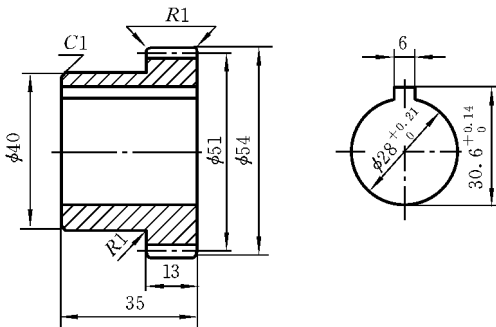

图 6.50 “齿轮零件尺寸”标注示例
如图 6.50 所示 ,大多数尺寸都遵循通用标注样式的格式 ,应用相应的命令均可标注出来 ,如“线性”、“快速引线”、“半径”。但是个别的尺寸 ,例如 ,图 6.50 右图中带有上下偏差的尺寸便不能直接使用前面已设置的通用尺寸标注样式来标注 ,对这样的少量且特殊的尺寸 ,就要设置特殊尺寸样式来规定其格式 ,再使用相应的“直径”、“线性”命令来标注。
以图 6.50 所示的图形为例,创建标注线性尺寸公差($30.6^{+0.14}_0$)的特殊尺寸样式(即标注格式),具体步骤如下。
(5) 输入“线性”标注命令,根据命令行的提示,进行操作,标注出如图 6.50 所示的线性尺寸公差。
以图 6.50 所示的图形为例,创建标注直径尺寸公差($\phi 28^{+0.21}_0$)的特殊尺寸样式(即标注格式),具体步骤如下。
(5) 单击“确定”按钮。回到“标注样式管理器”对话框,可以看见“样式”列表中,显示了“机械”母样式下的“直径”子样式。单击“关闭”按钮。
(6) 输入“直径”命令,根据命令行的提示,进行操作,标注出如图 6.50 所示的带有偏差值的直径尺寸。